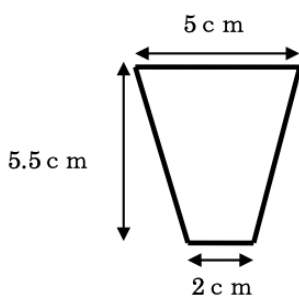

図1
- (1)図1のように塩ビミラーをカッターやはさみでカットします。